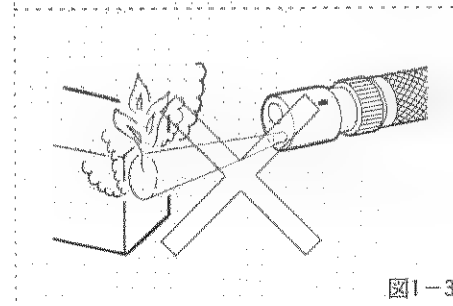

図1-3
- ⑧ 使用を中断する時には必ず光源装置の電源スイッチをOFFにしてください。(図1-3)